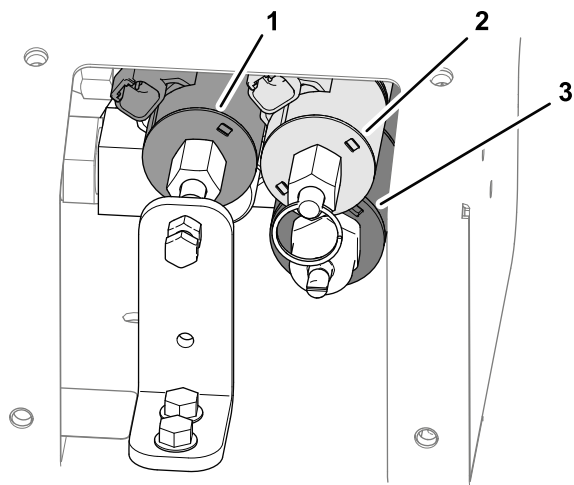

Рисунок 29
3. Найдите 3 гидрораспределителя (Рисунок 29).